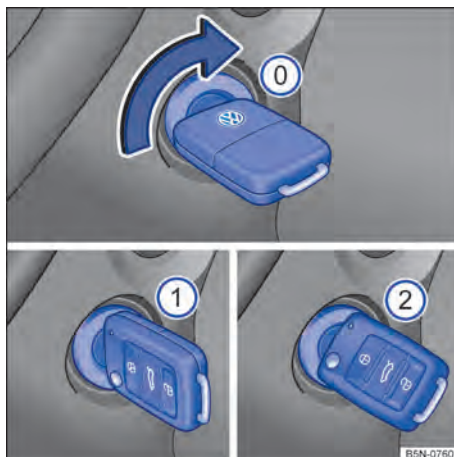

Fig. 82 Al lado del volante de la dirección, a la derecha: posiciones de la llave del vehículo en la cerradura de encendido.
Posiciones de la llave del vehículo → fig. 82
- Vehículos con arranque en caliente: girar la llave del vehículo a la posición → fig. 82 ①. El encendido está conectado. En ese momento la luz de control del sistema de arranque en caliente ☹ se encenderá en el instrumento combinado. Esperar a que la luz de control ☹ se apague indicando el final del calentamiento del combustible (esta acción puede ser necesaria en condiciones de arranque con el motor frío).
- Vehículos sin arranque en caliente: girar la llave del vehículo a la posición → fig. 82 ①. El encendido está conectado.
- Gire la llave del vehículo en la cerradura de encendido hacia la posición → fig. 82 ② – no acelere. Cuando el motor comience a funcionar, soltar la llave del vehículo en la cerradura de encendido.
- Vehículos con arranque en caliente: gire la llave del vehículo en la cerradura de encendido hasta la posición → fig. 82 ② para poner en marcha el motor – sin acelerar. En caso de que no se respete la etapa 5, la luz de control ☹ titilará indicando la necesidad de interrumpir el procedimiento de partida y repetirlo después de volver la llave a la posición → fig. 82 ① y esperar aproximadamente 10 segundos.
- Vehículos sin arranque en caliente: gire la llave del vehículo en la cerradura de encendido hasta la posición → fig. 82 ② para poner en marcha el motor – sin acelerar. ▶
- Gire la llave del vehículo en la cerradura de encendido a la posición → fig. 82 .